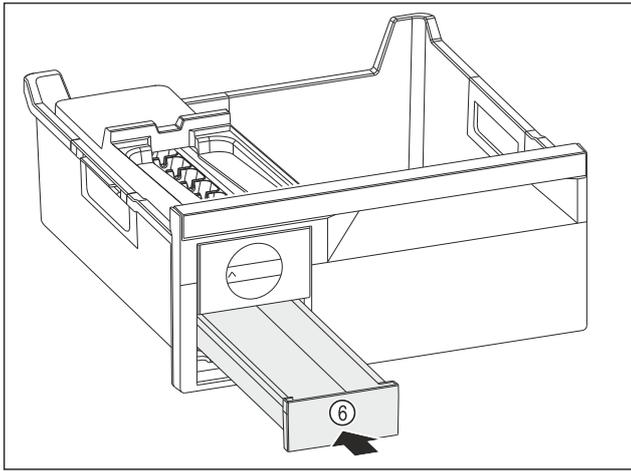

Fig. 117
▶ Introducir el cajón para cubitos de hielo Fig. 117 (6).